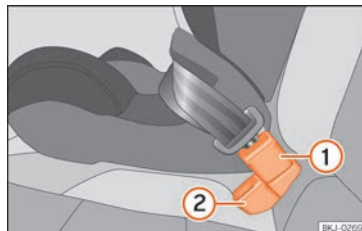

Fig. 40 Posición del cierre del cinturón en el asiento trasero
- Coloque el cierre del cinturón de la plaza central »» fig. 40 1 detrás del cierre del cinturón de la plaza lateral »» fig. 40 2.
- Enganche la lengüeta del cinturón de seguridad de la plaza central en el cierre del cinturón de la plaza central »» fig. 40 1 hasta oír cómo encaja.
- Para que los cinturones queden correctamente colocados, los cierres no deben retorcerse »» fig. 40.